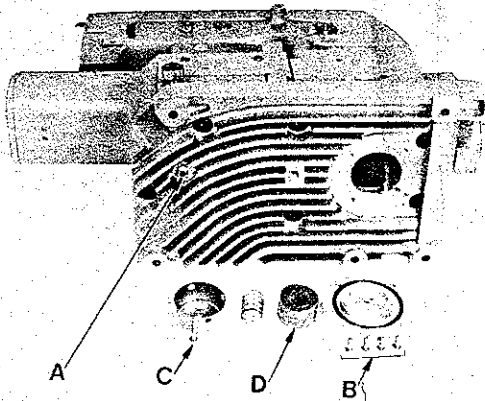
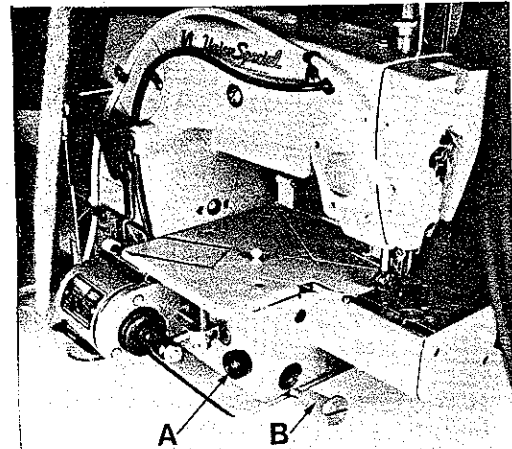

Fig. 8
Fig. 9
El filtro principal de aceite (D, Fig. 8) y el filtro de aceite (B, Fig. 9) han de limpiarse con solvente cada vez que se cambie el aceite.
El filtro de aceite principal (D, Fig. 8) es accesible aflojando el tornillo (B) y (C). El filtro de aceite (B, Fig. 9) se puede remover girándolo en el sentido contrario de las manecillas del reloj.